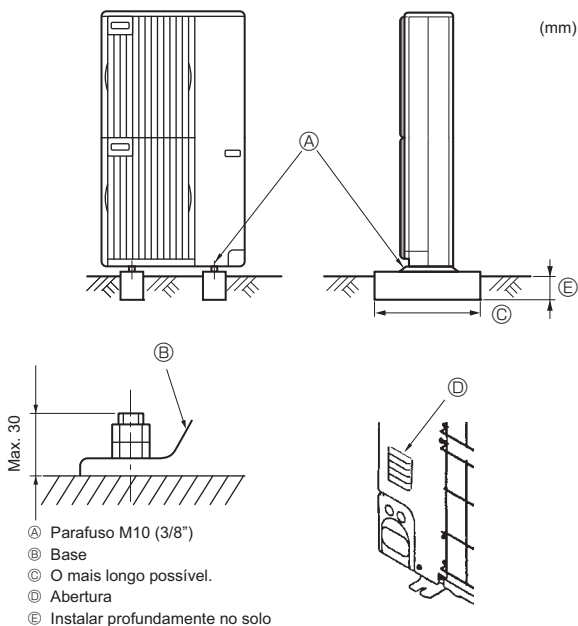

Fig. 3-1
- Certifique-se de instalar a unidade numa superfície firme e nivelada para evitar estrépitos durante a operação. (Fig. 3-1)